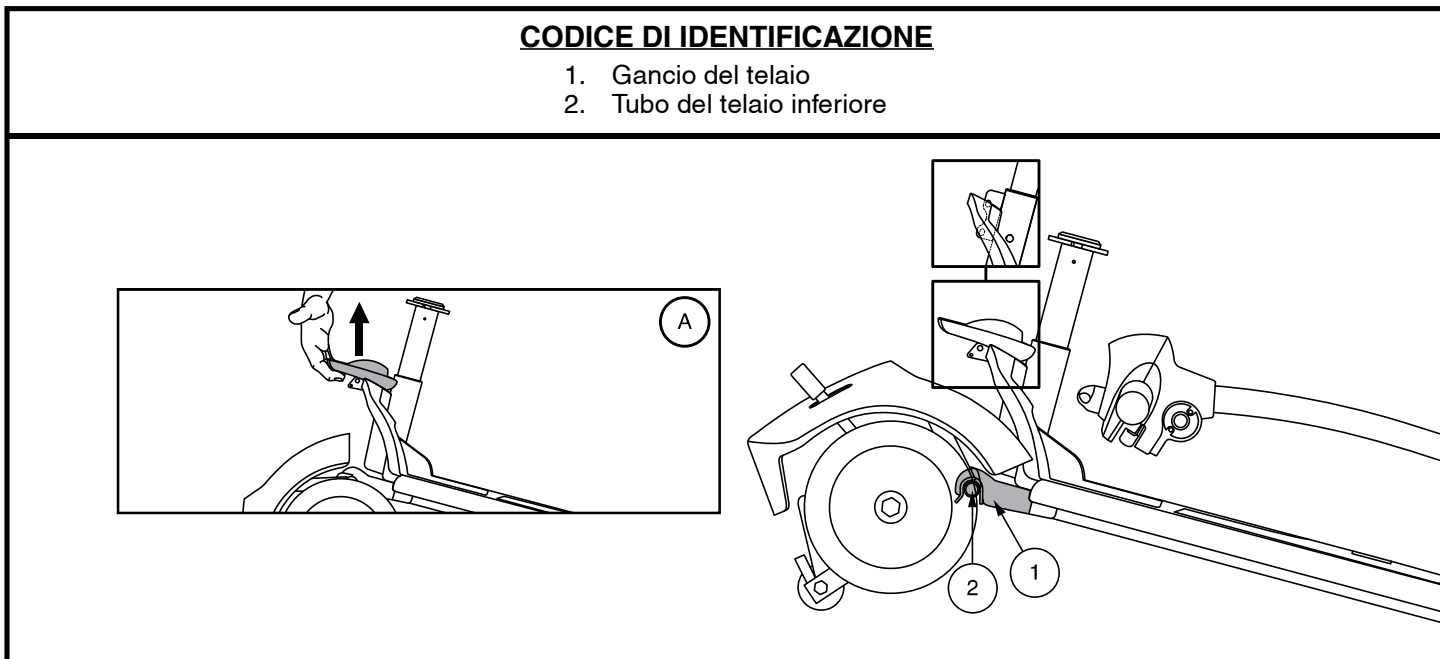

Figura 19. Leva di rilascio del telaio
3. Sollevare la leva di rilascio del telaio fino a quando i ganci del telaio non sono più posati sul tubo del telaio inferiore. **Vedere figura 19.**
1. Usare la leva di rilascio del telaio per sollevare la parte anteriore mentre si allineano i ganci del telaio della parte anteriore con il tubo del telaio inferiore della sezione posteriore. **Vedere figura 19.**
2. Una volta che i ganci del telaio sono sopra il tubo del telaio inferiore, abbassare la sezione anteriore e ruotare contemporaneamente la sezione posteriore. Questa operazione aggancia automaticamente la chiusura del telaio. **Vedere figura 19.**